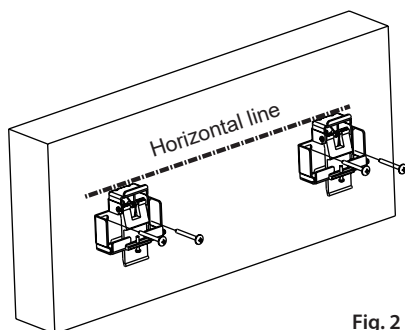

Fig. 2
1. Pour le montage sur un mur en pierre ou en béton, veuillez utiliser des chevilles à haute résistance (j) ou des chevilles en plastique (h). Déterminez la position de montage des équerres de fixation (b) en fonction des dimensions du carter et de la hauteur de l'écran de projection. Tracez une ligne horizontale (grâce au niveau à bulle) pour installer les deux équerres de montage à la même hauteur. (voir **Fig. 2**)